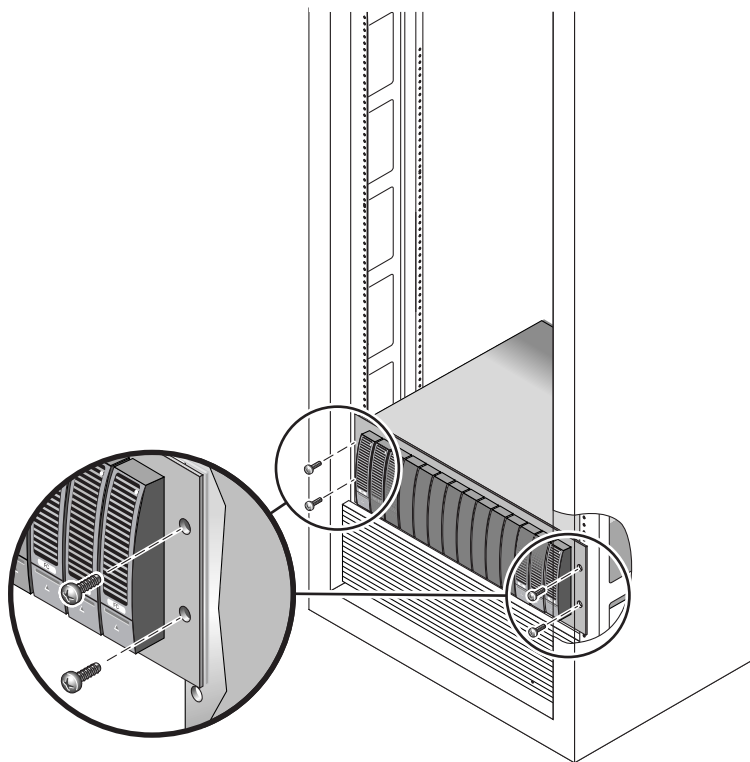

FIGURA 2-16 Fijación del chasis a la parte frontal de un armario de expansión Sun StorEdge
- Si tiene un armario de expansión Sun StorEdge, utilice el destornillador Phillips del 2 para introducir y apretar cuatro tornillos 10-32 (dos a cada lado) a fin de anclar el chasis a la parte frontal del armario (FIGURA 2-16).